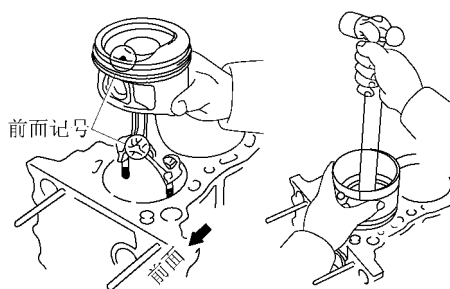

图 1-139 用锤子木柄将活塞和连杆
2) 平稳地固紧活塞压缩器，但不要紧顶活塞，然后用锤子的木柄或类似的工具将正确号码的活塞和连杆部件轻轻地敲入相应的气缸，如图 1-139 所示。
(7) 安装连杆盖。